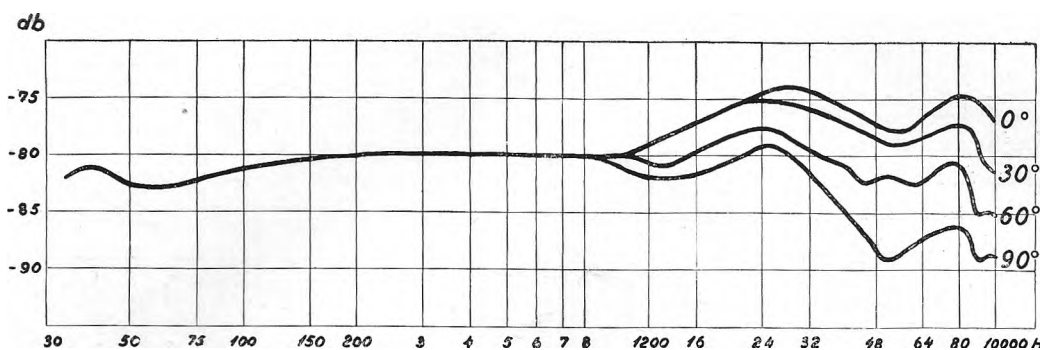

Fig. 4: Frekvenskurver for Western Electric-Mikrofonen ved forskellige Paavirkningsretninger. (0° = Paavirkning lige forfra; 90° = Paavirkning fra Siden).
Paa de tre Kurver (Fig. 4) kan man se Forbedringerne i Frekvensgangen ved de forskellige Foranstaltninger. Kurven C viser Frekvensgangen for den moderne W.E.-Mikrofon. Kurven B viser den uden Røret, der sætter Luftkammeret i Mikrofonhuset i Forbindelse med den frie Luft; Kurven er god i Højden, men falder stærkt i Dybden. A viser Frekvensgangen, naar Mikrofonen ikke har dette Rør og heller ikke Arrangementet med Luftkamrene (7) og (11), og Luftspalten (12). Disse Kurver giver et godt Overblik over Nødvendigheden af den komplicerede Opbygning af den dynamiske Mikrofon.
Paa Frekvenskurven (Fig. 4) ses Forskellen i Frekvensgangen ved forskellige Paa-virkningsretninger.